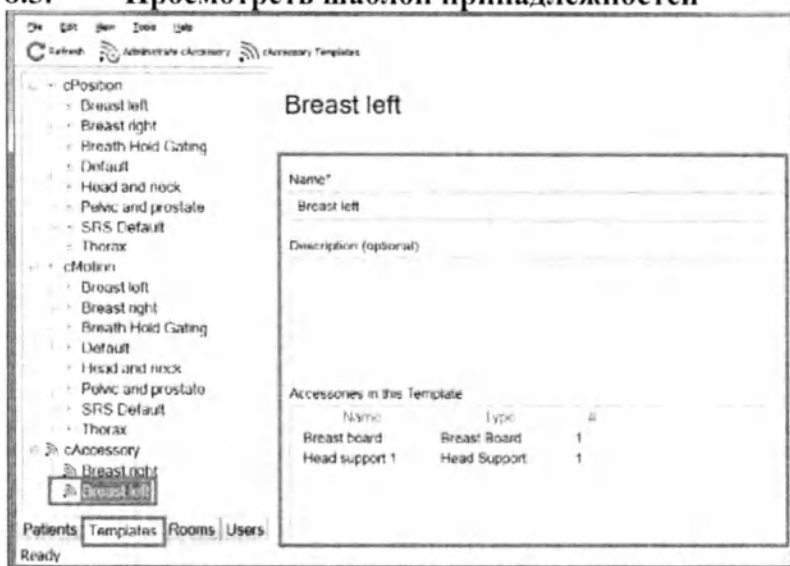

Рисунок 14. Просмотр содержимого шаблона принадлежностей в расширенном режиме c4D.
2. Выберите соответствующий узел шаблона принадлежностей в дереве. Содержимое шаблона принадлежностей показано в правой части окна (рисунок 14).